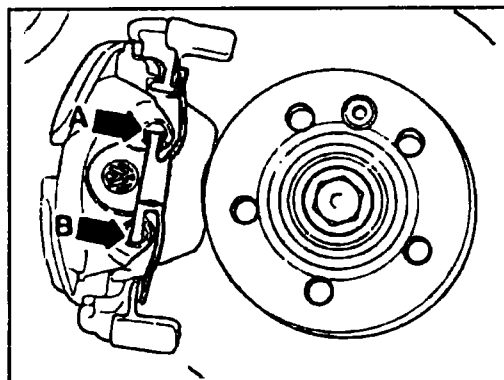

Рис. 9.12 Установка пружинной скобы
- ◆ Один край скобы заведите под суппорт и вставьте выступ в отверстие корпуса (см. по стрелке А, рис. 9.12).